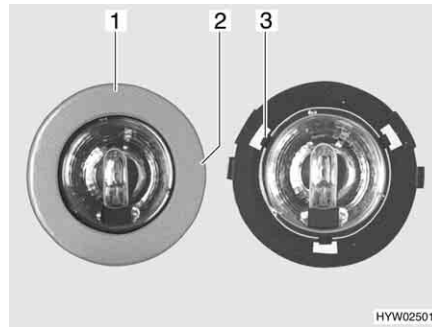

Fig. 150 Lampada alogena a incasso
- Girare lentamente il diaframma (Fig. 150,1) finché il nasello (Fig. 150,2) dell'involucro non si arresta a scatto nella scanalatura sottostante del diaframma.
- Tre graffe (Fig. 150,3) tengono ferma la lastra di vetro della lampada alogena nell'involucro. Spingere di lato una delle tre graffe.